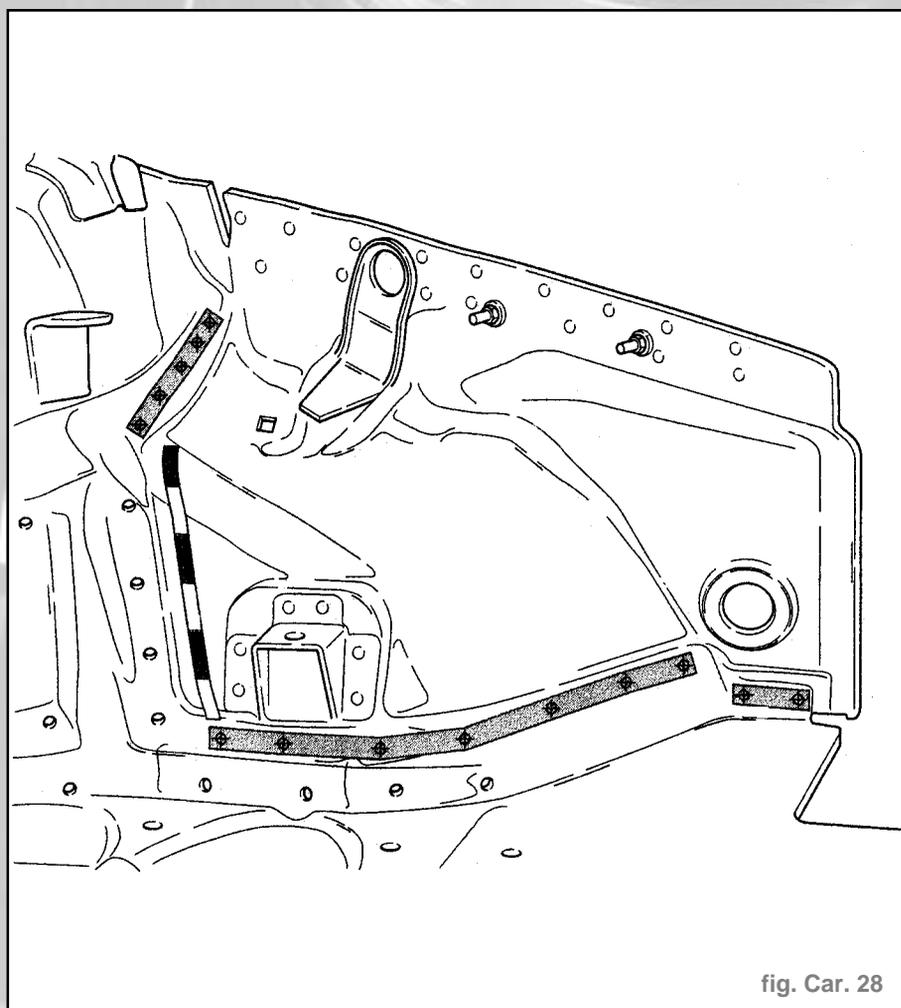

fig. Car. 28
- Dégraffer l'accostage d'origine (fig. Car. 28).